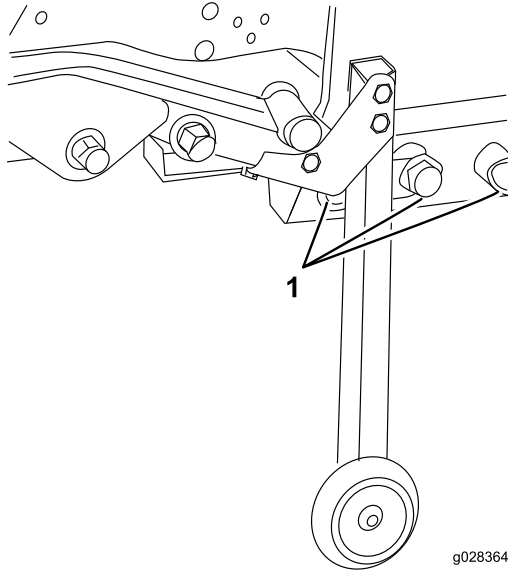

Figura 85
38. Coloque en su posición la carcasa y el bastidor de verano, e instale los 5 pernos ($\frac{3}{4}$ "), las arandelas y las tuercas que conectan el bastidor de la carcasa al bastidor trasero (Figura 85).